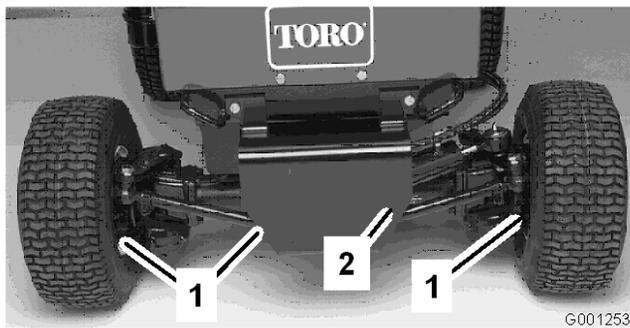

図 54
2. ドレン・プラグ（図 54；左右端に1個と中央に1個、全部で3個ある）の周辺をきれいに拭く。